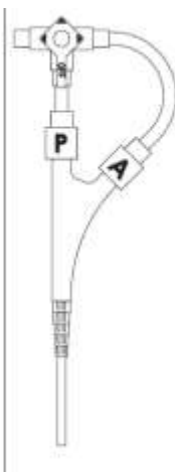

Figura 2
- Para insuflar o balão distal, anterior, marcação A, a alavanca OFF da torneira de três vias deve ser colocada na posição P. (Figura 2)